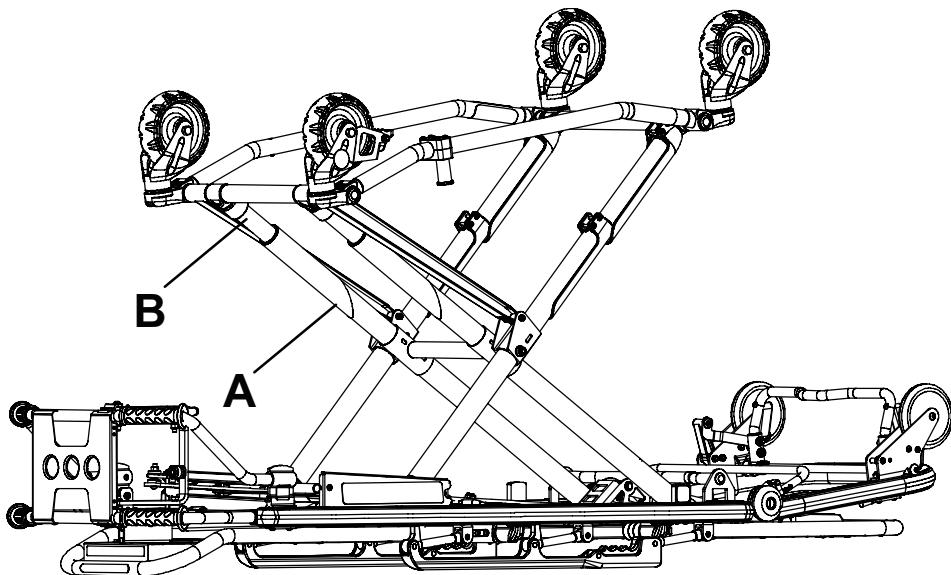

Figure 25 – Emplacements de lubrification de la base
3. À l'aide du tube applicateur en plastique, pulvériser du Tri-Flow™ avec lubrifiant Teflon® (6082-199-012) dans l'espace entre les tubes de levage supérieur (A) et inférieur (B) sur les deux pieds du côté pieds (Figure 25).